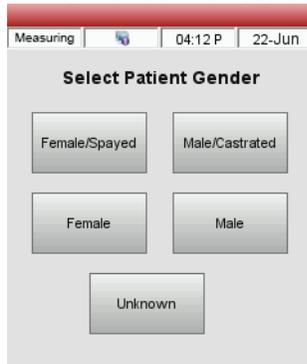

Figura 19. Schermo Misurazione > Selezionare il sesso del paziente
3. Selezionare il sesso del paziente (Figura 19).